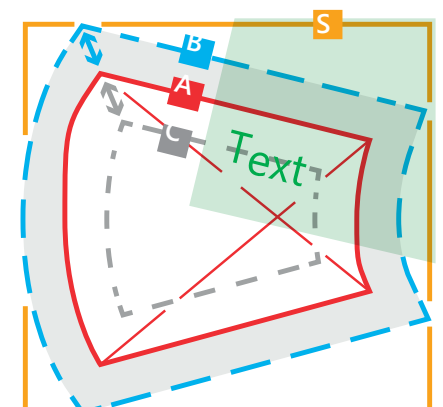

Abb.2
2. Freiformzuschnitte (Abb. 2):